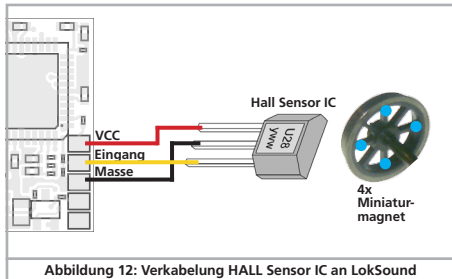

Abbildung 12: Verkabelung HALL Sensor IC an LokSound
Ein Hall Sensor ist ein elektronischer Schaltkreis (IC) welcher auf ein wechselndes Magnetfeld reagiert. Die verfügbaren HALL IC können sehr einfach in Loks verbaut werden, weil der Abstand zwischen IC und Magnet nicht kritisch ist. Ein häufig verwendeter Hall IC ist der TTL4905 von Siemens/Infineon, zu dem es auch viele kompatible Typen gibt. Die drei Anschlüsse des ICs müssen mit dem LokSound Decoder so verbunden werden, wie es Abb. 12 zeigt.